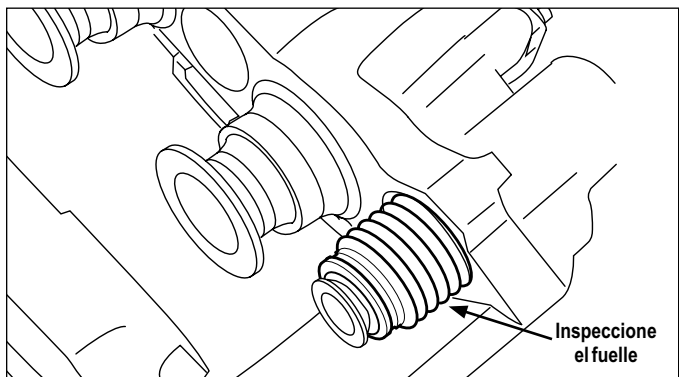

FIGURA 28 - INSPECCIÓN DEL FUELLE DE LA CLAVIJA GUÍA (ESTA IMAGEN NO MUESTRA EL TRANSPORTADOR)
- 4.5.4 *Consulte las figuras 28 y 29.* Sin las zapatas puestas, deslice el transportador a mano hasta que llegue a la posición hacia adentro (*Consulte la figura 28*). Mirando a través de la apertura donde se instalan las zapatas, y también desde abajo, inspeccione el fuelle interno (9) de cada clavija guía. **INSPECCIONE PARA VER SI HAY DAÑOS, CORTES O FISURAS.** Reemplace los fuelles dañados de inmediato para evitar que la tierra y/o humedad afecten el movimiento de las clavijas guía (*Consulte la sección 5.4*). Las clavijas guía dañadas u oxidadas afectarán el funcionamiento de los frenos.